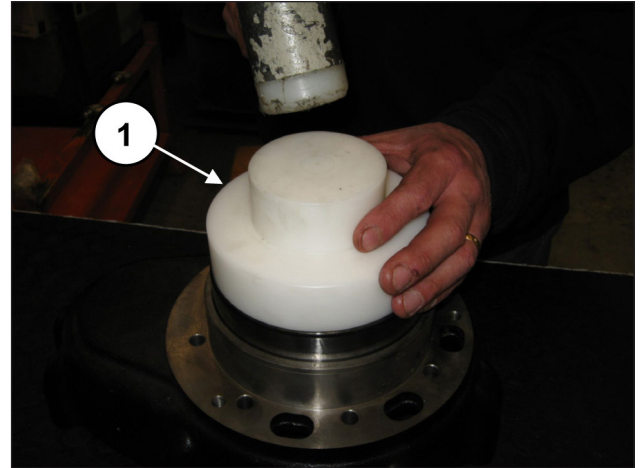
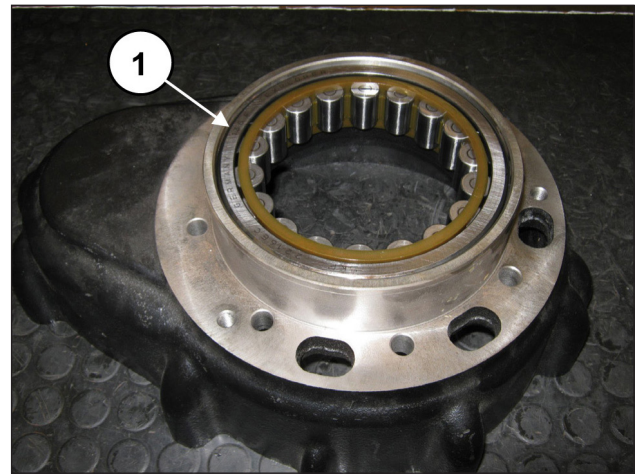

Fig. 53
Fig. 54
Do lado oposto da caixa do redutor, pré-monte o anel externo do rolamento do eixo de manivela, usando a ferramenta cód. 27605000 (pos. ①, Fig. 53), até a sua inserção completa na passagem (pos. ②, Fig. 54).